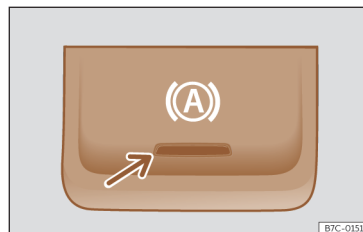

Fig. 125 Dans la partie inférieure de la console centrale : touche de fonction Auto Hold.
-  Lorsque la fonction Auto-Hold est activée, le témoin de contrôle s'allume en vert sur le combiné d'instruments. Le témoin de la touche  >>> **fig. 125** reste allumé tant que la fonction Auto Hold est active.